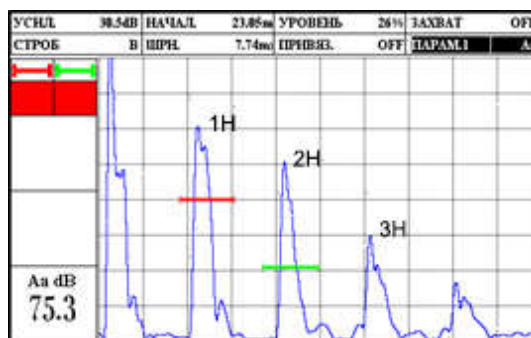

Рисунок 2.65 – Многократное отражение сигналов в образце
4. На экране дефектоскопа возникает многократное отражение сигналов (1Н, 2Н, 3Н и т.д.), см. рис. 2.65.